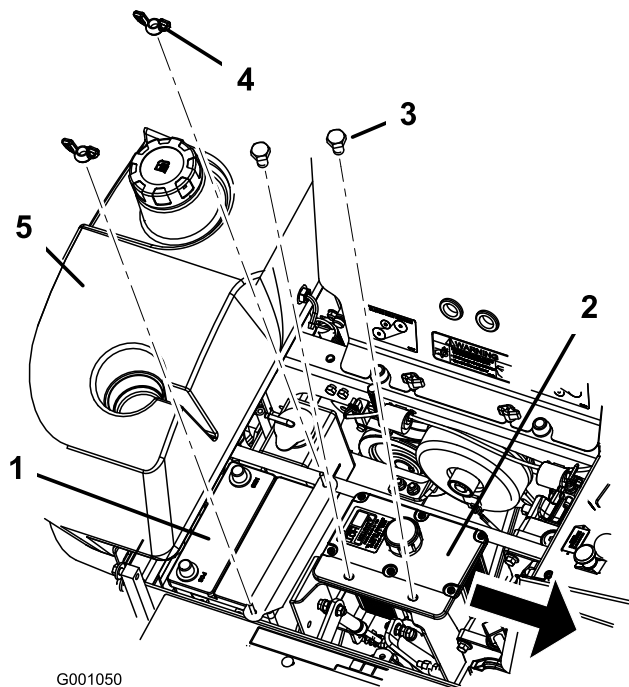

Bild 44
6. Entfernen Sie beide Flügelmutter (1/4 Zoll), mit denen die Batterieschelle befestigt ist (Bild 44).
7. Entfernen Sie die beiden Schrauben, mit denen der Hydraulikbehälter befestigt ist (Bild 44).
1. Legen Sie die Batterie in den Ständer, sodass die Klemmen auf der anderen Seite des Hydraulikbehälters sind (Bild 44).
6. Befestigen Sie die Batterie mit J-Schrauben, einer Halteschelle, 2 Scheiben (1/4 Zoll) und 2 Flügelmutter (1/4 Zoll) (Bild 44).